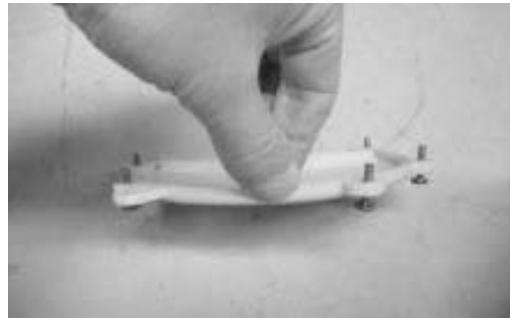

Рис. 13
- ПРЕДУПРЕЖДЕНИЕ.** Чтобы избежать непреднамеренной потери крепежных винтов на щитке, прекратите откручивать их после того, как щиток будет снят. При использовании электрического/пневматического шуруповерта будьте вдвое осторожны, чтобы случайно не выкрутить винты полностью из щитка. Правильное положение винтов после откручивания см. на Рис. 13.